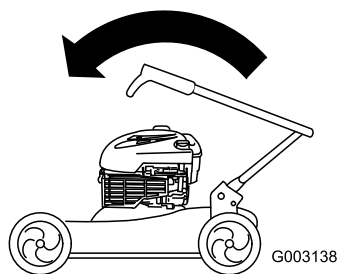

Figure 44
2. Pliegue hacia adelante la sección superior del manillar (ver Figure 44).